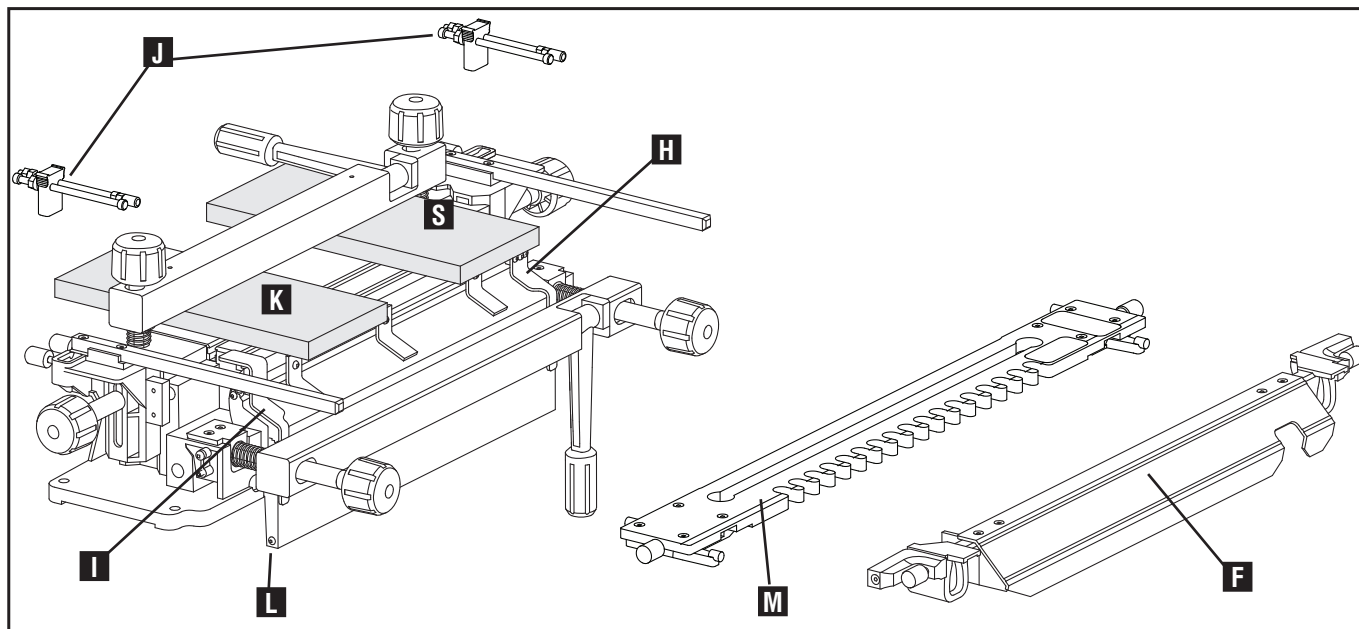

Fig. F7
1. Enlevez la barre stabilisatrice (F), Fig. F7, et le gabarit (M).
2. Placez le bord noir du guide (H) à droite et le bord argent du guide (I) à gauche.
3. Insérez les butées appropriées (J).
4. Placez la planche-goujon (tiroir frontal) (K) dans la position horizontale avec la surface extérieure faisant au gabarit de montage. Ne vous inquiétez pas pour la position à ce moment-ci, mais ne laissez pas la planche aller en avant du rebord frontal de la base (L).
5. Montez le gabarit (M).
REMARQUE : montez les gabarits à doigt fixe comme indiqué dans Fig. F7.